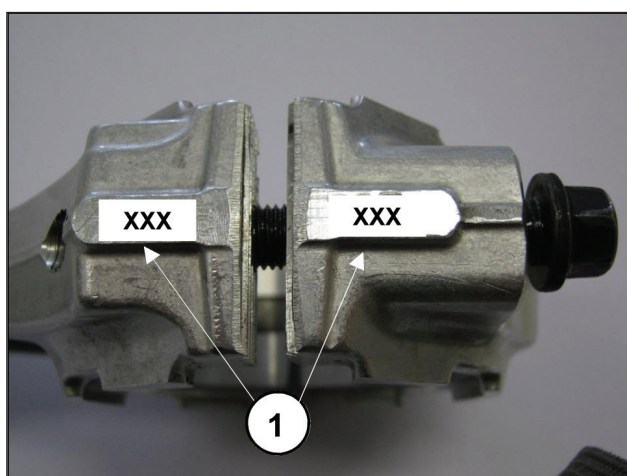

图9
- 将连杆帽连接到相应连杆柄，注意编号 (图9，部件号①)。